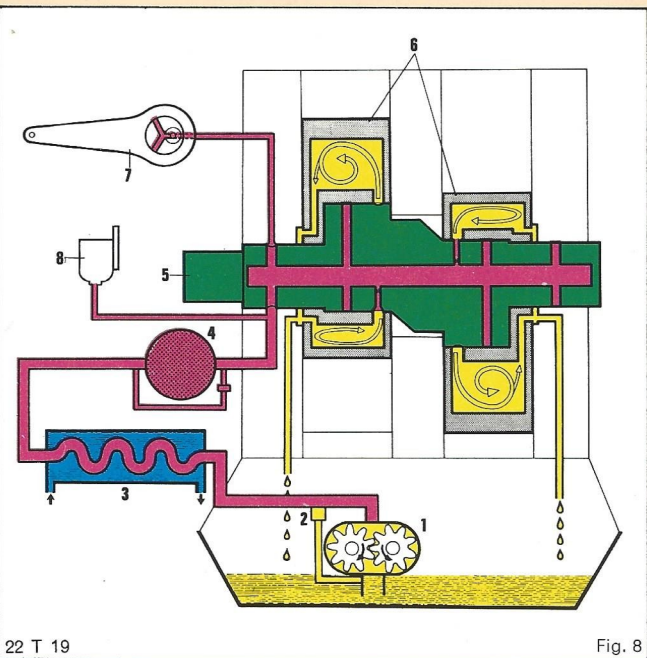

Fig. 8
L'huile est contenue dans un carter placé sous le moteur. Elle est aspirée par une pompe à huile à engrenages et refoulée dans un palier puis dans l'arbre moteur où elle lubrifie le deuxième palier et les deux excentriques. Elle assure le refroidissement du piston en circulant automatiquement à l'intérieur et s'évacue en lubrifiant couronnes dentées et pignons fixes (fig. 8). Le graissage des segments de flanc et des segments d'arêtes du rotor est assuré par un doseur qui injecte de l'huile moteur dans la canalisation d'essence avant son entrée dans le carburateur, en quantité précise fonction du régime moteur et de l'ouverture des papillons du carburateur. La température de l'huile est maintenue à une valeur acceptable pour le bon fonctionnement du moteur par un échangeur eau-huile intégré au moteur.
*The oil is directed in a sump into one beneath engine. It is pumped up by means of a gear pump, and first bearing, then into the engine shaft, from where it lubricates the other bearing and both eccentrics. It cools the piston by automatically circulating inside, and on its way out lubricates the toothed crown wheels and the fixed gears. (Fig. 8).*